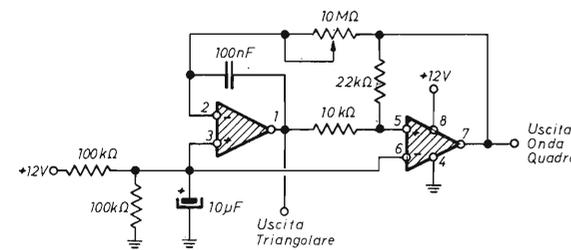

figura 12
1) LFO con uscita ad onda triangolare (figura 12). La frequenza di uscita può essere regolata agendo sul potenziometro da 10 MΩ. I due OP-AMP sono racchiusi in un unico chip, es. LM358 oppure $\mu A747$.